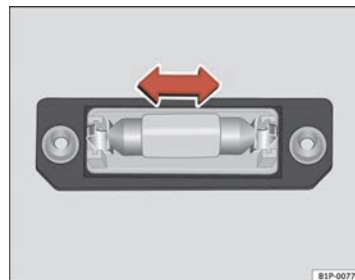

Abb. 195 Kennzeichen-
- Nehmen Sie die Glühlampe in Pfeilrichtung heraus ⇒ Abb. 195.